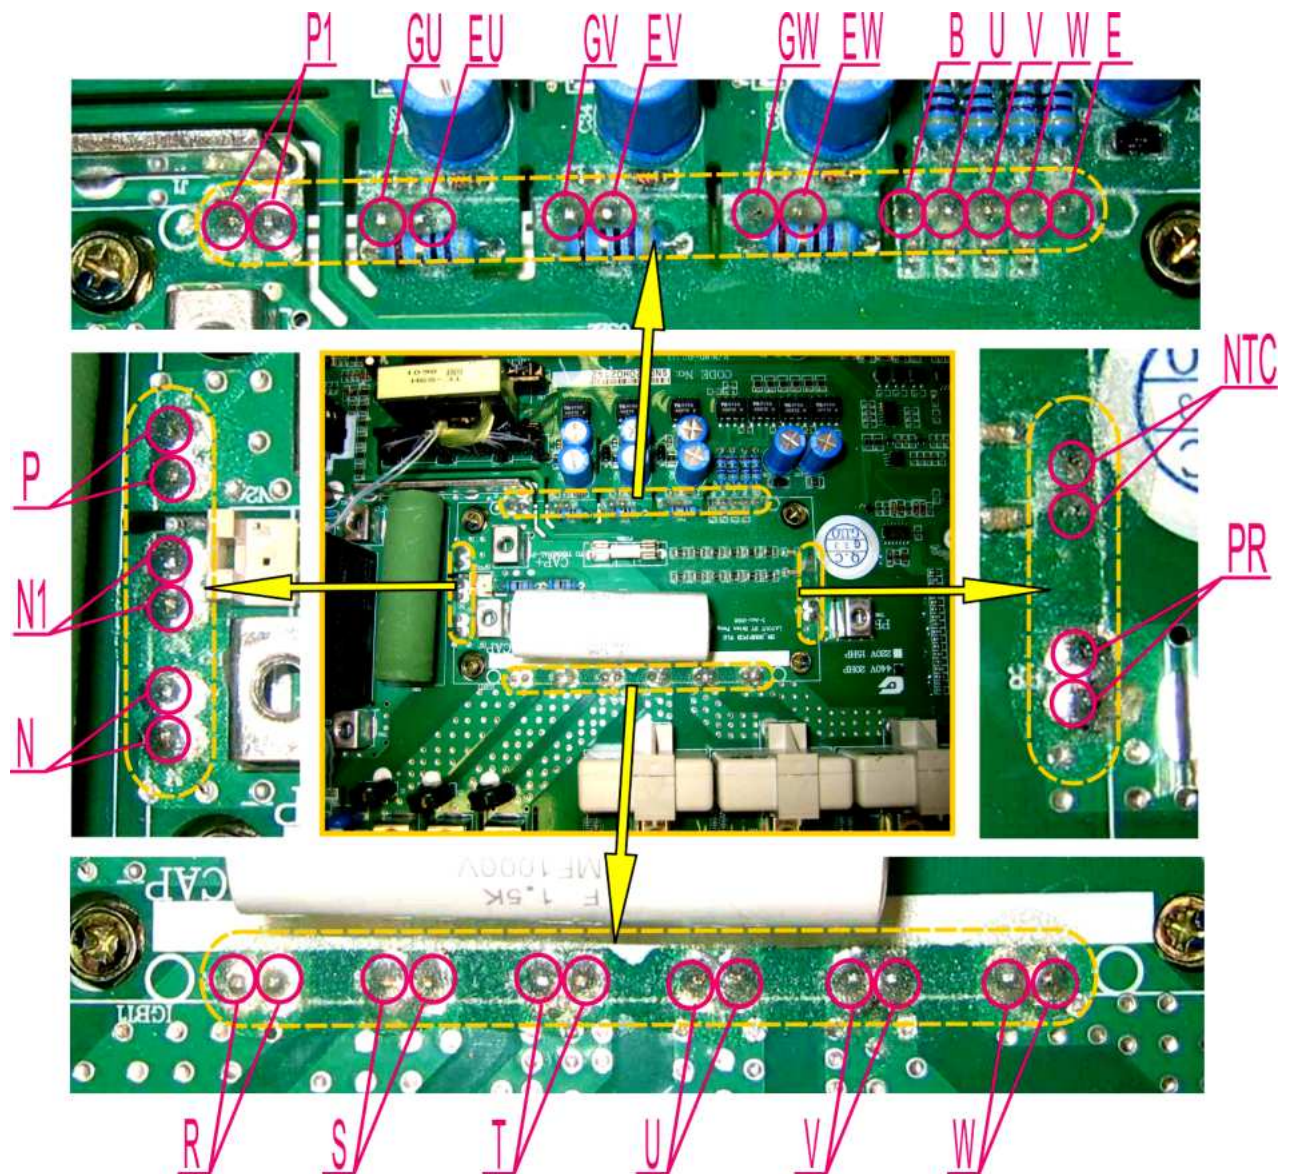

Рис. 7.12
7.5.11. Паять 35 контактов матрицы IGBT: GU, EU, GV, EV, GW, EW, В, U, W, V, E, NTC, PR, W, V, U, T, S, R, N, N1, P, P1(рис. 7.12).